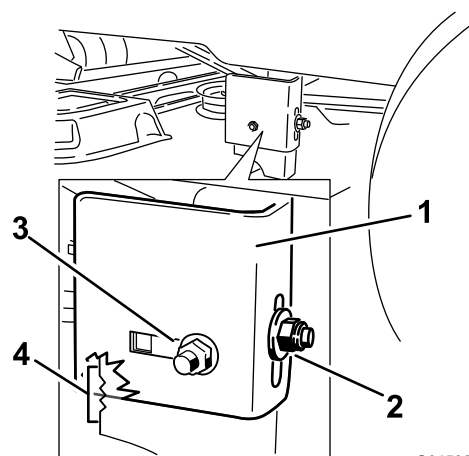
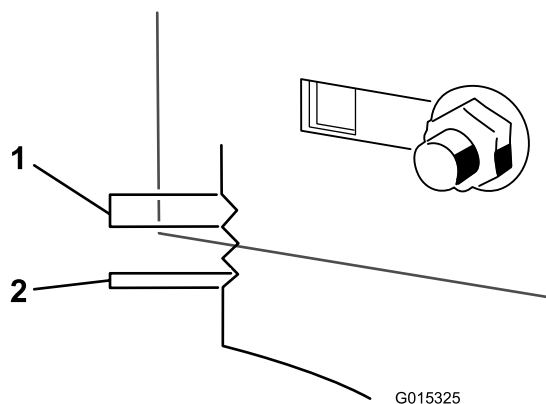

Figura 62
Figura 63
- Solte a porca de bloqueio traseira no suporte de suspensão (Figura 62).
- Solte a porca de bloqueio lateral no suporte de suspensão o suficiente para o suporte ser ajustado (Figura 62). Utilize os entalhes no suporte soldado para medir a quantidade de ajuste. Cada superfície de entalhe é equivalente a 0,25 polegadas, enquanto que um só lado tem 0,125 polegadas (Figura 63). Ajuste a altura da plataforma de corte para a altura desejada.
10. Pare a plataforma na posição ajustada e aperte a porca de bloqueio lateral no suporte de suspensão para manter a nova posição (Figura 62). Aperte a porca de bloqueio traseira ao suporte de suspensão.